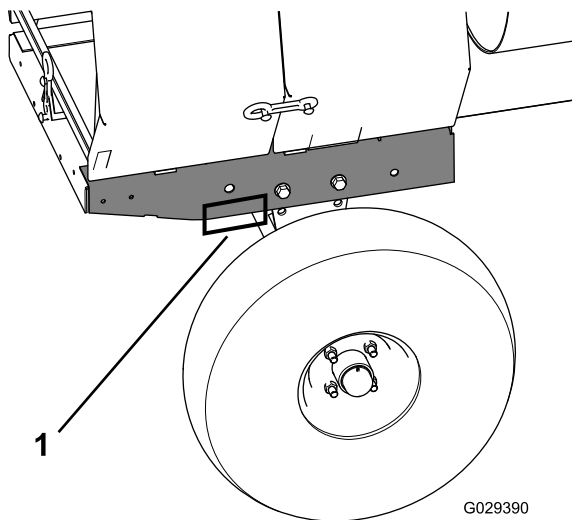

Figura 21
6. Coloque un soporte fijo en cada punto de apoyo de la extensión del bastidor trasero (Figura 21).